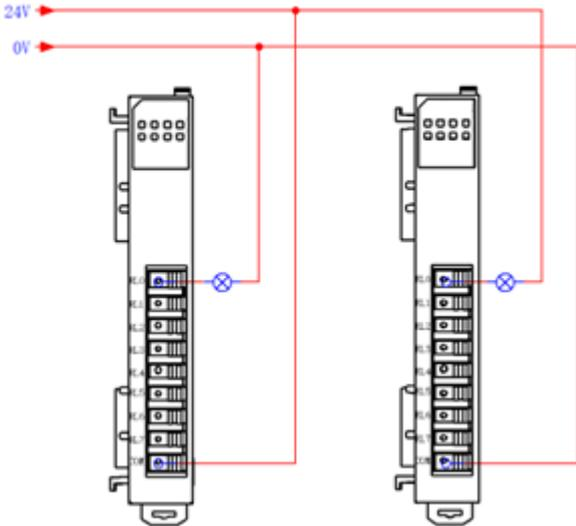

Рисунок 4-14. Схема подключения модуля SM320805 с релейными выходами
- На рис. 4-14 показана схема подключения модуля SM320805.